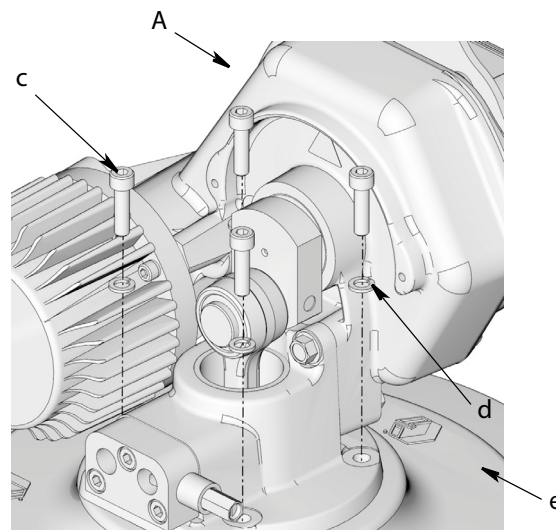

Рис. 4
4. Выкрутите болты (c), снимите шайбы (d), которыми крепится насос Dyna-Star (A) к крышке (e), и снимите насос с крышки (Рис. 4). Сохраните эти детали для последующей сборки.